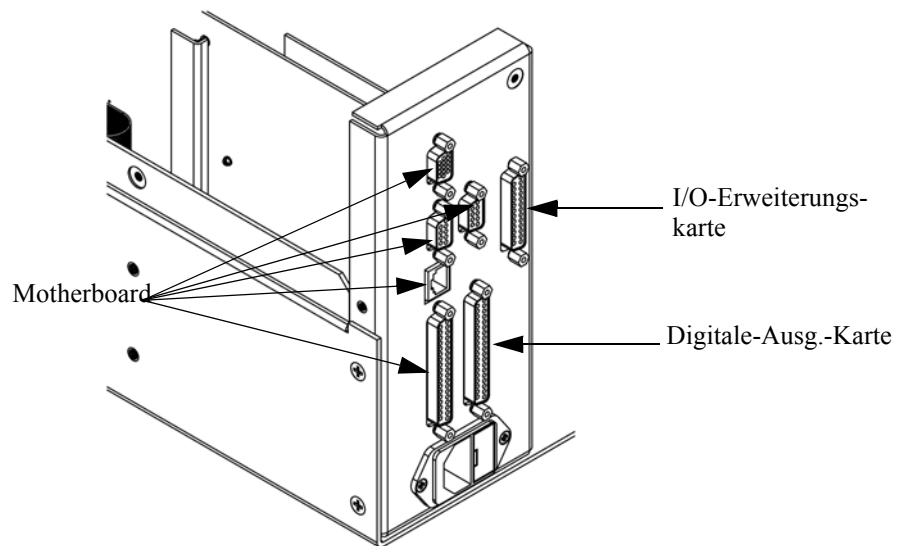

Abb. 7-16. Anschlüsse auf der Geräterückseite
3. Anschließend die beiden Halterungen, mit denen der Stecker der I/O-Erweiterungskarte auf der Geräterückseite befestigt ist, entfernen (Abbildung 7-16).
4. Mit Hilfe des Steckschlüssels die beiden Halterungen, mit denen die Karte auf der Rückseite befestigt ist, entfernen (Abbildung 7-16).